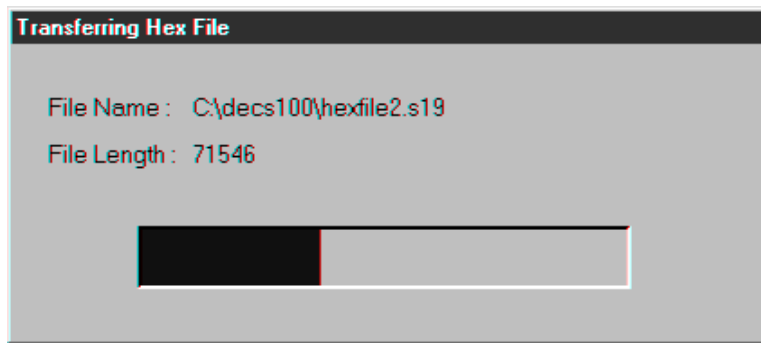

Figura 5-26. Avanzamento del trasferimento di file
- Selezionare il file per il caricamento, quindi fare clic sul pulsante **Open** (Apri) per iniziare il trasferimento di file. Viene visualizzata una finestra di dialogo (Figura 5-26) indicante l'avanzamento del trasferimento di file.